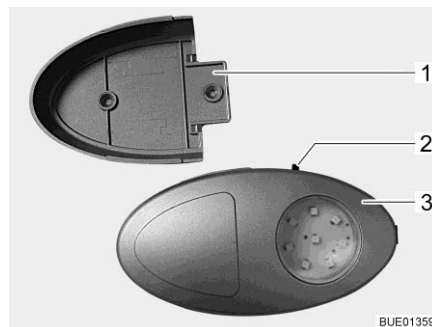

Bild 50 Kleiderschrankleuchte/Taschenlampe
- ▷ Die Kleiderschrankleuchte kann aus der verschraubten Halterung (Bild 50,1) herausgezogen und als Taschenlampe verwendet werden.
Der Ein-/Ausschalter (Bild 50,2) ist direkt an der Kleiderschrankleuchte (Bild 50,3) angebracht.